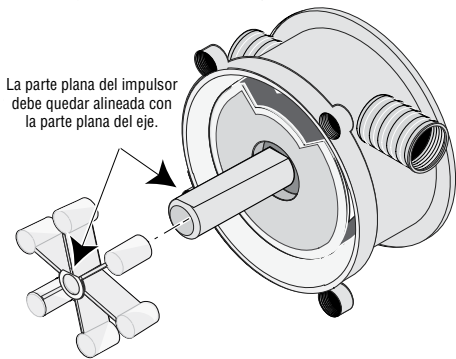

Figura 3 – Asegúrese de que la parte plana del impulsor quede alineada con la parte plana del eje.
8. Instale el nuevo impulsor. Asegúrese de que la parte plana del impulsor quede alineada con la parte plana del eje motriz. Consulte la figura 3.